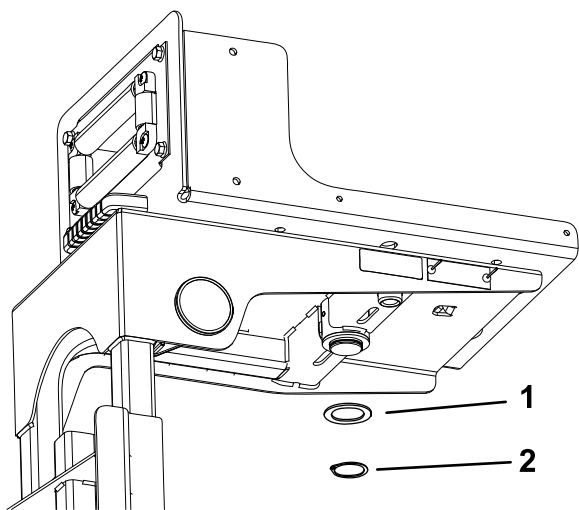

図 9
- ホースリールフレームの下側で、スイベルプレートの柱にスラストワッシャとスナップリングを取り付ける 図 9。